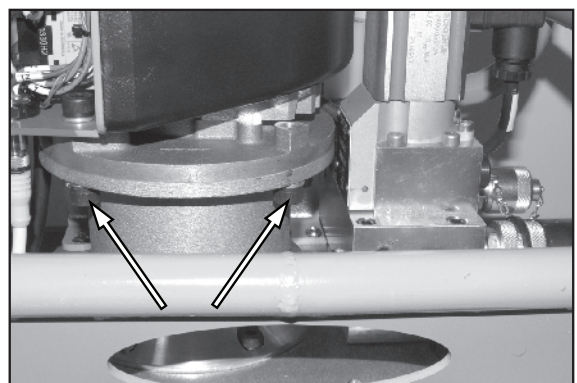

Figura 14.
3. Veja a Figura 14. Remova os quatro parafusos do motor. (Dois de cada lado.)